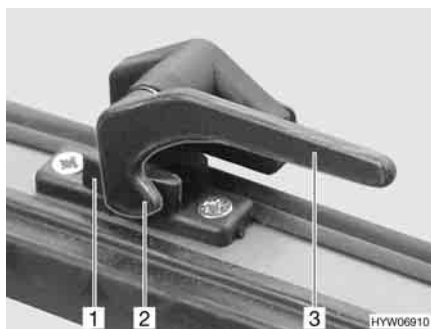

Fig. 30 Leva di serraggio in posizione "Chiuso"
- Ruotare la leva di serraggio (Fig. 30,3) di un quarto di giro verso il centro della finestra.
- Ruotare la leva di serraggio (Fig. 30,3) di un quarto di giro verso il telaio della finestra. Il nasello di chiusura (Fig. 30,2) si trova sul lato interno della chiusura della finestra (Fig. 30,1).
- In posizione "Completamente chiusa" (Fig. 30).